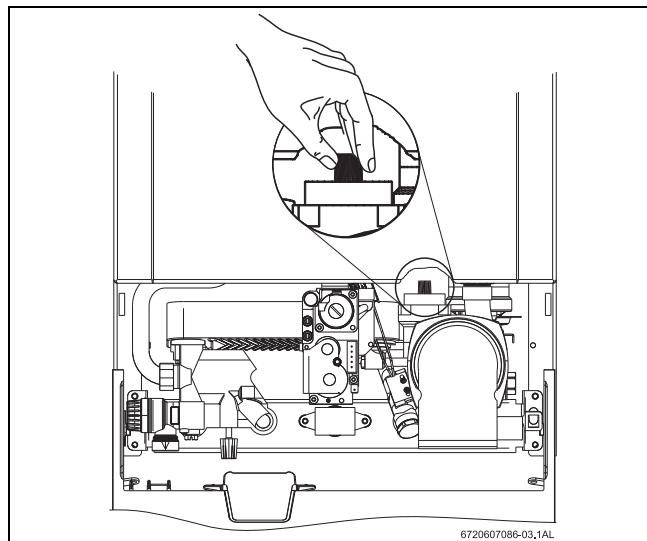

Fig. 13 Ouvrir la valve de purge
- Remplir l'installation à l'aide du robinet de remplissage (38).
- Pour purger l'appareil en utilisant le purgateur automatique, ouvrir le couvercle de la valve de purge (voir Fig. 13).